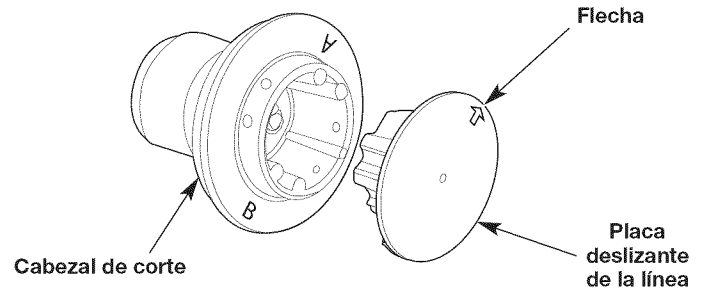

Fig. 18
2. Ubique el orificio pequeño en el lateral del cabezal de corte que sostiene la lengüeta negra de traba (Fig. 18). Inserte un destornillador Phillips pequeño y empuje la lengüeta de traba hacia adentro. Al mismo tiempo, hale la placa deslizante de la línea fuera del cabezal de corte.
4. Alinee la flecha de la placa deslizante de la línea con la marca "A" en el cabezal de corte (Fig. 18).